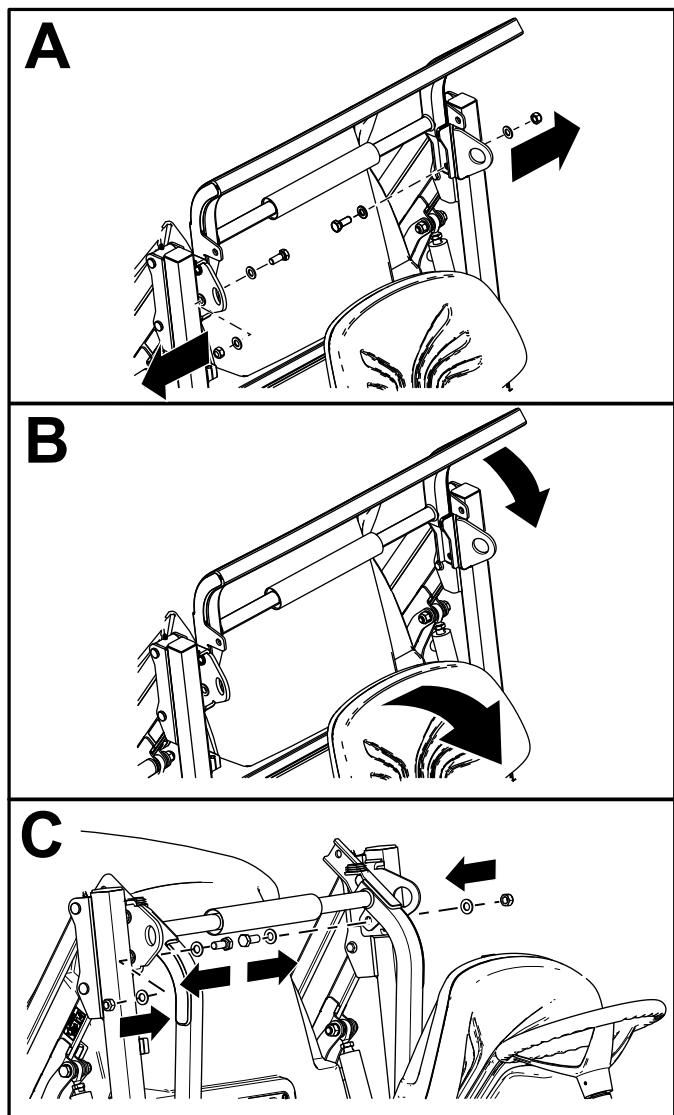

Figura 18
4. Rimuovete i dadi, i bulloni e le rondelle (Figura 18).
6. Abbassate il roll bar e fissatelo in posizione con i dadi, i bulloni e le rondelle (Figura 18).
**Nota:** Per sollevare il roll bar, seguite le istruzioni nella Figura 18 nell'ordine inverso.
5. Rimuovete i dadi, i bulloni e le rondelle dal roll bar (Figura 18).
6. Sollevate il roll bar e fissatelo in posizione con i dadi, i bulloni e le rondelle (Figura 18).